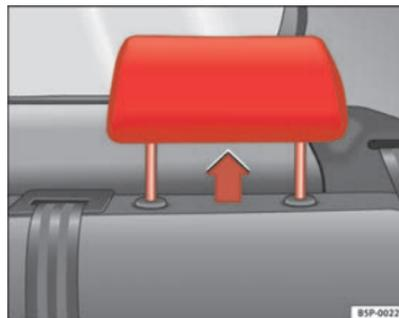

Fig. 5 Apoyacabezas en posición de uso
- Tres posiciones **de uso** ⇒ fig. 5. En estas posiciones el apoyacabezas se comporta como un apoyacabezas convencional, protegiendo junto con el cinturón de seguridad a los ocupantes de las plazas posteriores.